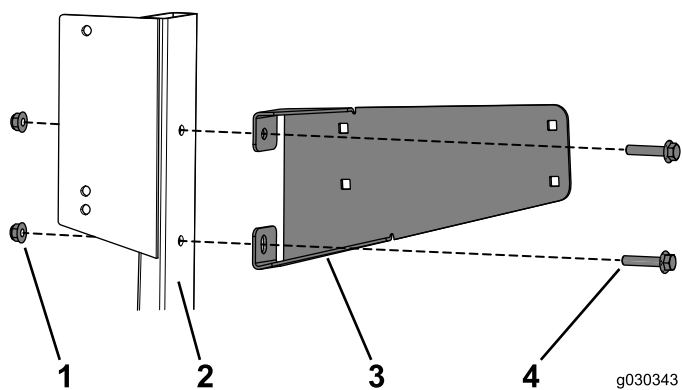

図 30
1. タンクマウントを、エンジンルームのチューブマウントに固定するフランジヘッドボルト 5/16 x 1-1/2 インチ 2本、フランジナット2個を使用する 図 30。